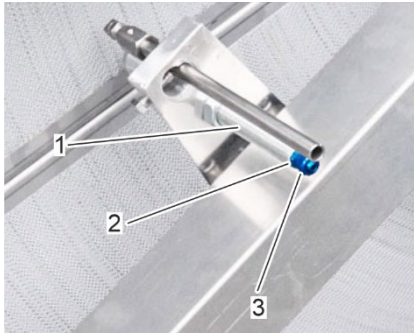

Figura 59: Tuerca de unión de la boquilla de aire comprimido
2. Afloje la tuerca de unión (Figura 59/3) del perno roscado (Figura 59/2) de la boquilla de aire comprimido (Figura 59/1).